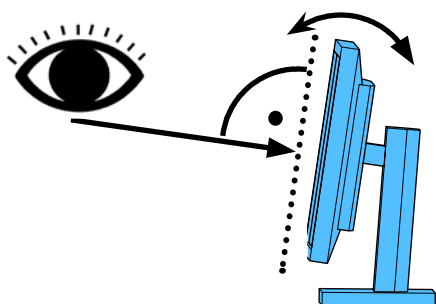

Abb. 8
- ⇒ Monitor so ausrichten (kippen, über Standfuß drehen), dass die Blickrichtung in allen Ebenen senkrecht zum Monitor ist (Abb. 8 / 9).